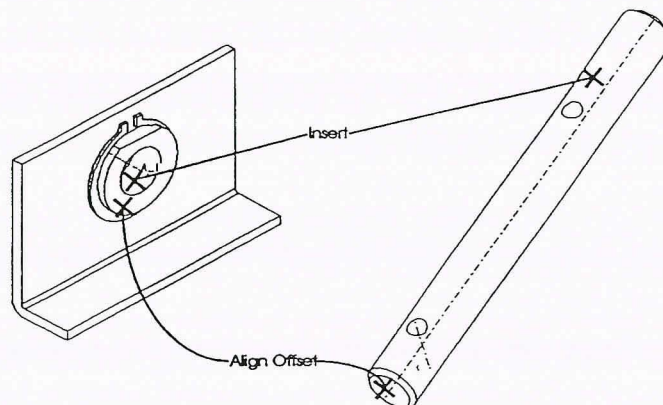

Figure 25-15
1. **Assemblez (Assemble)** la pièce [ARBRE]. Reportez-vous à la Figure 25-15 pour la sélection des contraintes d'assemblage sur chaque composant.